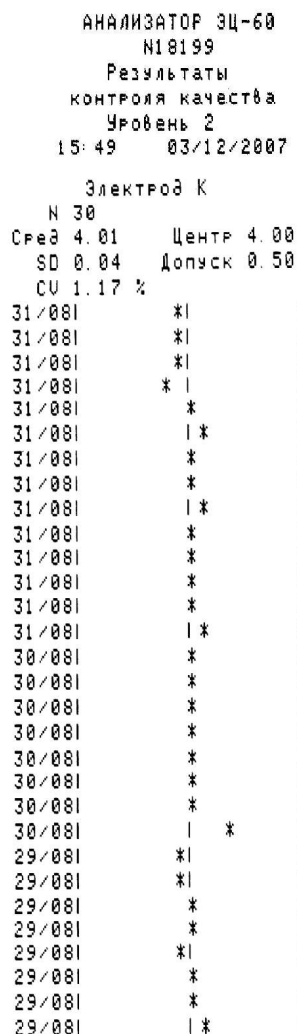

Рисунок 11 — Распечатка результатов контроля качества
После нажатия кнопки *ПУСК* прибор выдает на индикатор статистические данные, рассчитанные по результатам проведенных измерений КК. Выбор просматриваемых данных осуществляется кнопкой *БОЛЬШЕ/МЕНЬШЕ*. При этом на индикаторе последовательно возникают количество проведенных измерений (N), среднее значение (Среднее), стандартное отклонение измеряемой величины (SD, ммоль/л) и коэффициент вариации (CV, %). После нажатия кнопки *ПУСК* эти данные, а также графическая диаграмма, распечатываются на принтере. На распечатке (см. рисунок 11) помимо перечисленных выше данных приводятся также значения «Центр» и «Допуск», которые вводятся в прибор в режиме «Ввод данных. КОНТРОЛЬ КАЧЕСТВА» (см. п. 7.2). Графическая диаграмма представляет собой изображенные в масштабе